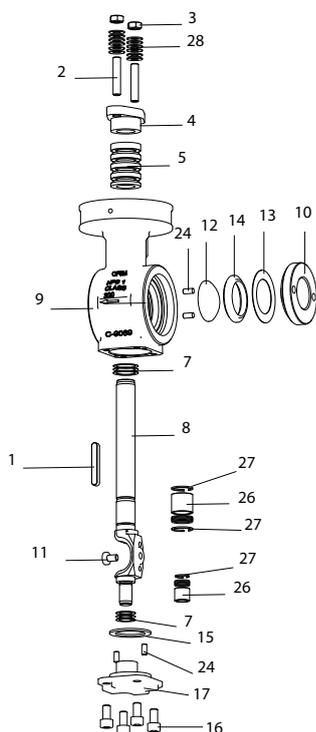
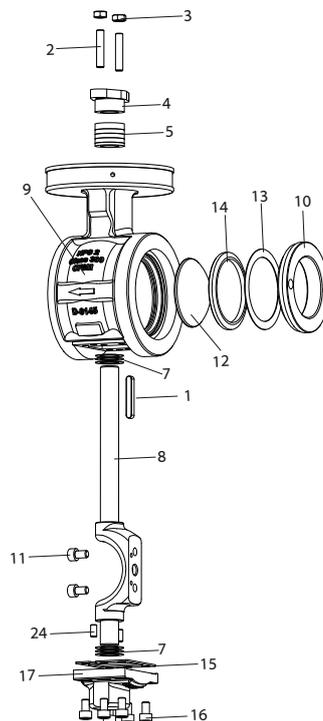
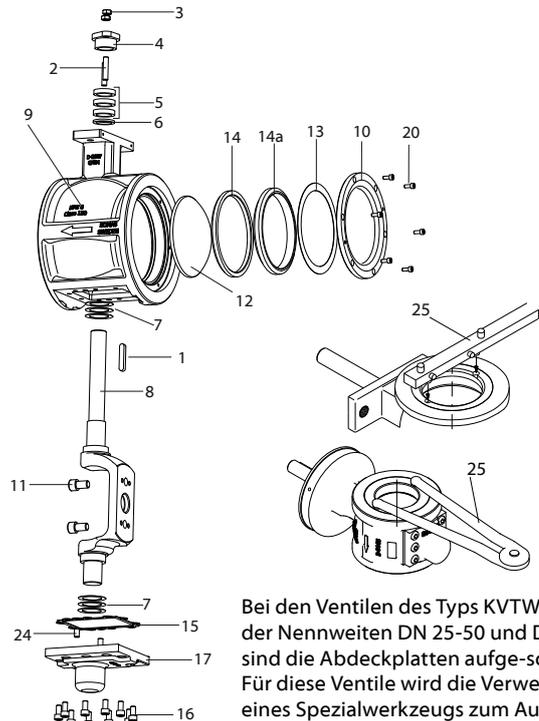

Fig.6-4
Fig.6-5
Fig.6-6
Bei den Ventilen des Typs KVTW /KVXW der Nennweiten DN 25-50 und DN 65-100 sind die Abdeckplatten aufgeschraubt. Für diese Ventile wird die Verwendung eines Spezialwerkzeugs zum Ausbau der Abdeckplatten empfohlen (→ Fig.6-6/25).
1. Entfernen Sie die Abdeckplatte (→ Fig.6-4/10) mit Hilfe des Spezialwerkzeuges (→ Fig.6-6/25)
2. Entfernen Sie die Tellerfeder (→ Fig.6-4/13) und Sitz (→ Fig.6-4/14)
1. Lösen Sie die Schrauben (→ Fig.6-5/20) und entfernen Sie die Abdeckplatte (→ Fig.6-5/10).
Bei den Ventilen des Typs KVTW /KVXW der Nennweiten DN 25-50 und DN 65-100 sind die Abdeckplatten aufgeschraubt. Für diese Ventile wird die Verwendung eines Spezialwerkzeuges zum Ausbau der Abdeckplatten empfohlen (→ Fig.6-6/25).
2. Entfernen Sie die Tellerfeder (→ Fig.6-5/13), den Stützring (→ Fig.6-5/14a) und den Sitz (→ Fig.6-4/14).
2. Schmieren Sie die Sitzoberflächen und die Schrauben der Abdeckplatte (→ Fig.6-6/20) mit Molybdädisulfidpaste. Bei Ventilen mit aufschraubbarer Abdeckplatte, schmieren Sie ebenso das Gewinde im Ventilgehäuse.